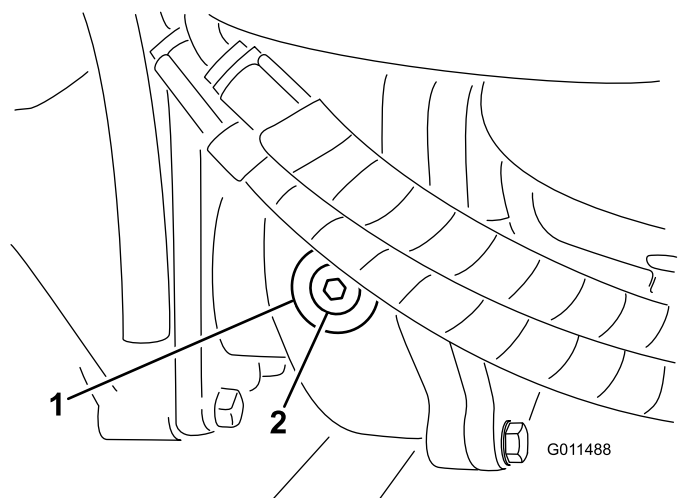

Bild 65
2. Entfernen Sie die Prüf-/Füllschraube an der linken Getriebeseite und stellen sicher, dass das Öl die Unterseite des Lochs erreicht (Bild 65).